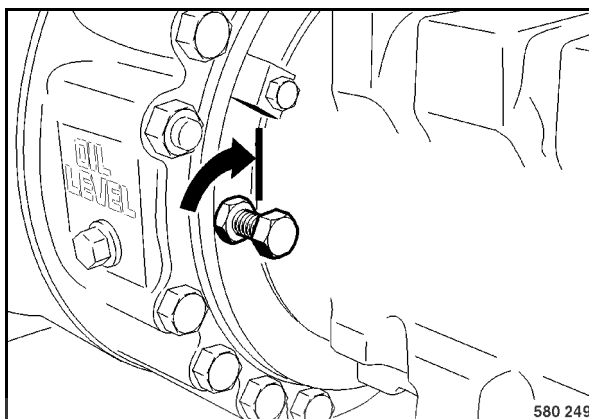

fig. 66
- Revisser les vis de desserrage du frein (fig. 66) jusqu'en butée dans le piston de frein.